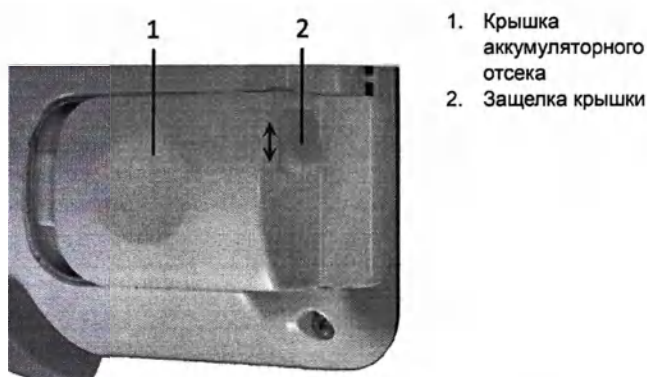

Рис. 3-5. Снятие крышки аккумуляторного отсека
4. Найдите крышку аккумуляторного отсека (Рис. 2-2, элемент 16, Рис. 3-5, элемент 1).
5. Сдвиньте защелку крышки (Рис. 3-5, элемент 2).
6. Сдвиньте крышку аккумуляторного отсека (Рис. 3-5, элемент 1) и снимите ее.